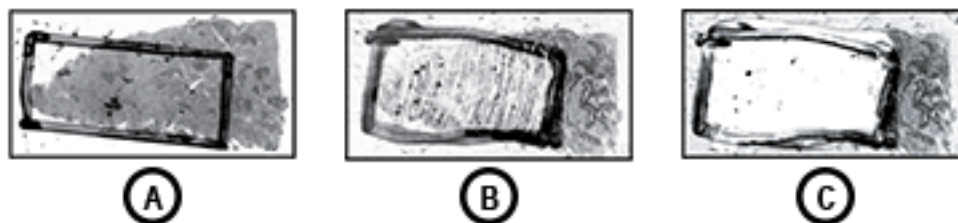

Figura 1. Ejemplos de eliminación de tejido correcta (recomendado) e incorrecta (no recomendado) del portaobjetos
- c. Realice la macrodissección (anatomopatólogo o técnico). Con un bisturí o una cuchilla nuevos para cada muestra de tejido que vaya a procesarse, elimine (rasque) completamente el tejido del tumor invasivo delimitado del portaobjetos (vea la Figura 1) y transfiera el tejido a un tubo de lisis de 1,5 ml etiquetado.